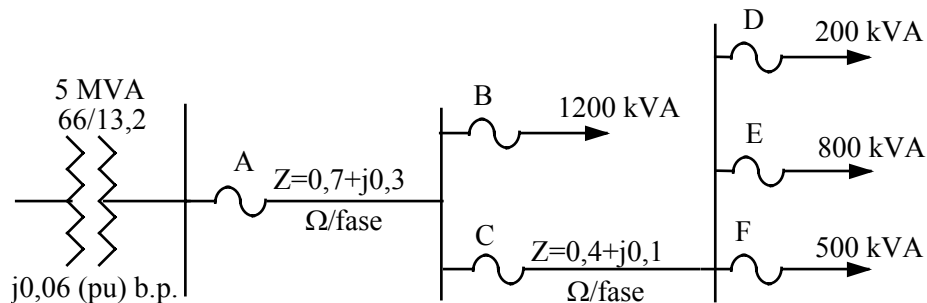

Figura 19
32. Considere el sistema radial de distribución trifásico de la Figura 19, con las cargas indicadas (kVA) y suponiendo factor de potencia uniforme para todas ellas. Determine los fusibles de tipo T que se deben ubicar en los puntos A, B, C, D, E y F, de manera que el sistema de protecciones sea selectivo.